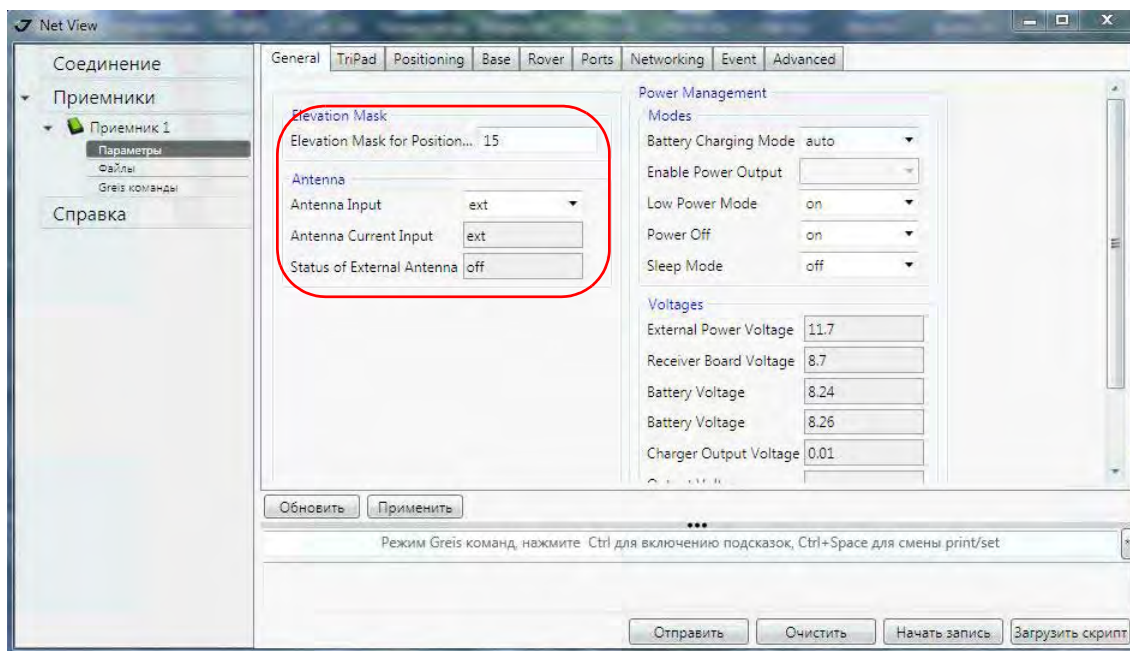

Рисунок 16. Закладка General
3. В закладке *General* установите параметр *Antenna Input* в значение *External* (Рис. 16).